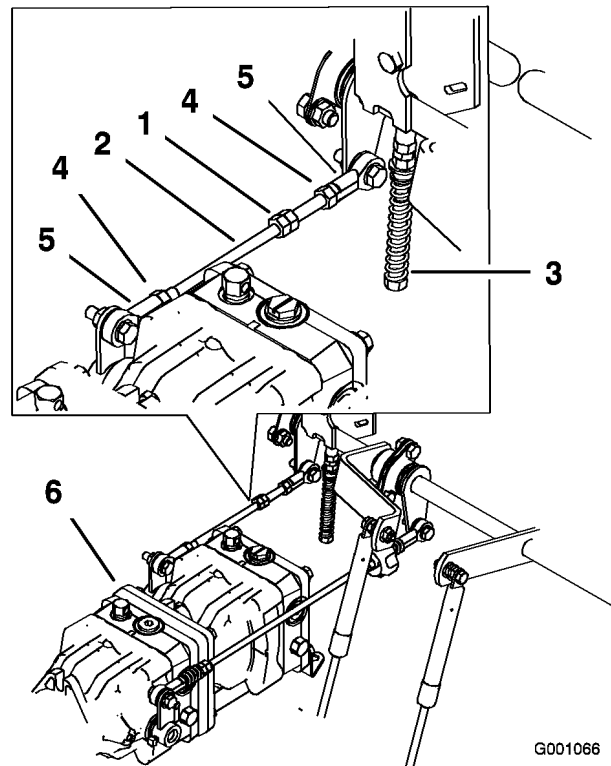

Figura 71
1. Allentate i dadi di bloccaggio ai giunti a sfera dell'asta di comando della pompa (Figura 71).
dadi sull'asta, finché la ruota si ferma o si sposta leggermente indietro (Figura 71).
6. Serrate i dadi di bloccaggio dei giunti a sfera (Figura 71).